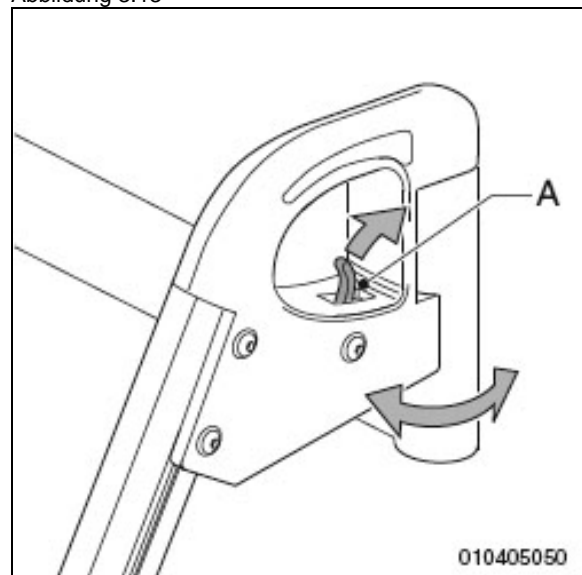

Abbildung 3.14
1. Drücken Sie die Arretierung (Abb. 3.14 - A) nach hinten, damit die Beinstütze entriegelt wird.
2. Schwenken Sie die Beinstütze (B) nach außen